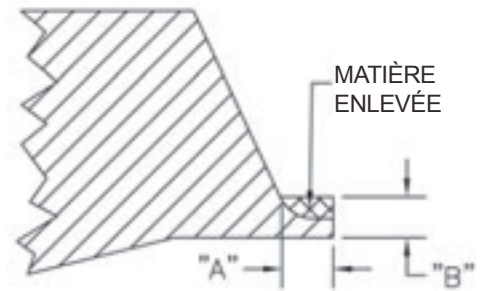

Figure 3-64. *Usinage du congé*
- 2.** Effectuez l'usinage du chanfrein droit en arrêtant lorsque vous atteignez la cote "B" sur la face du tuyau. Vous pouvez arrêter l'usinage et mesurer, ou repérer l'emplacement sur la face du tuyau avant de commencer. Voir l'opération 1 - Figure 3-64.
10. Tournez la manette d'avance dans le sens inverse des aiguilles d'une montre pour faire avancer l'outil pour congé dans le tuyau. Continuez à avancer jusqu'à ce que le rayon vienne au fond du chanfrein (Opération 2 - Figure 3-64).